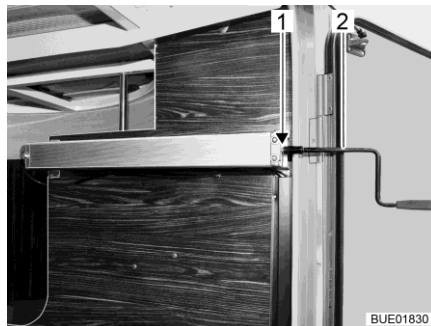

Bild 131 Vev i bakre lastutrymmet
- Sätt veven (Bild 131,2) på tappen (Bild 131,1).